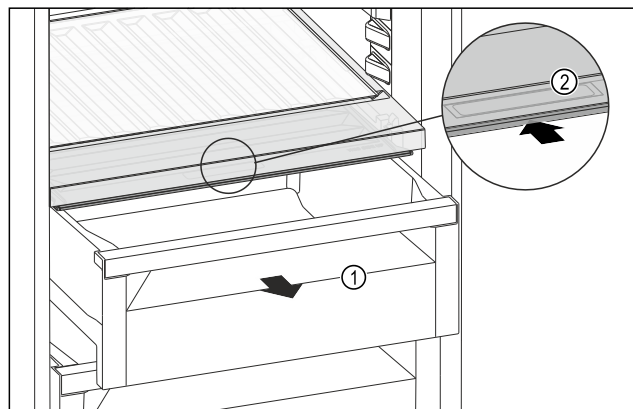

Fig. 98
- Vytiahnite zásuvku Fig. 98 (1).
- Uchopte priehľbinu na rukoväť Fig. 98 (2) na veko zásuvky a súčasne tlačte veko zásuvky dozadu.